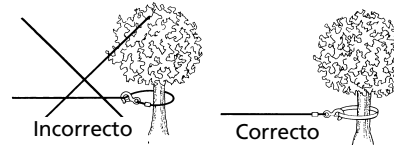

Figura 4
9. NUNCA ENGANCHE EL CABLE DE ALAMBRE SOBRE SÍ MISMO porque podría dañar el cable de alambre. Use una eslinga de nilón (Figura 4).